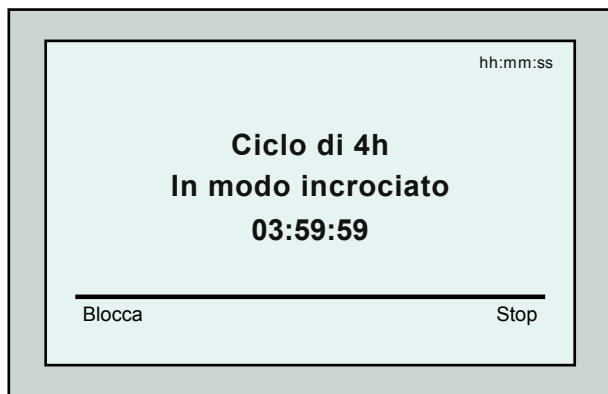
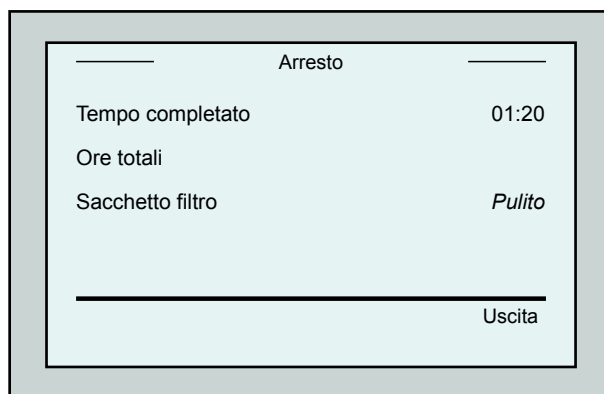

Figura 4: Schermata di conto *alla rovescia* per la sessione di 4 ore
Figura 5: Schermata d'*arresto manuale*
6. Premere il pulsante **Avvio**. Inizia la sessione di pulizia. Sono impiegate le impostazioni predefinite di fabbrica. Per modificare tali parametri consultare **Configurazione di ulteriori profili di piscina** a pagina 9. Il robot inizia il suo ciclo di pulizia e MMI visualizza la schermata *Conto alla rovescia* (Figura 4):
Per evitare cambiamenti non autorizzati delle impostazioni MMI si può bloccare la tastiera MMI: Dalla schermata *Conto alla rovescia*, premere **Blocca** (Figura 4). Per sbloccare la tastiera, premere **POOL** e poi **HOME** in questo ordine.
1. Dalla schermata di *conto alla rovescia* (Figura 4), premere il pulsante **Arresto**. Sullo schermo di MMI appare il messaggio: "Arresto robot – prego attendere". Dopo 5 secondi appare la schermata *Arresto manuale* (Figura 5).